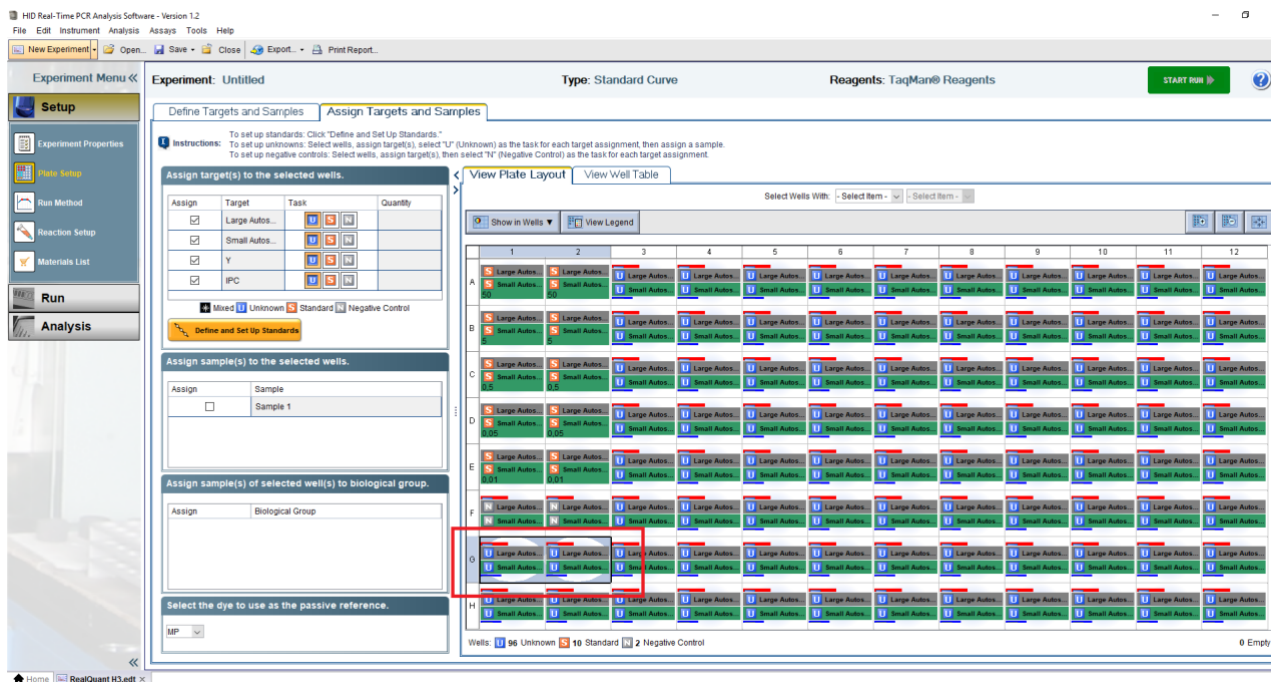

Рисунок 34
6. Отметить расположение исследуемых образцов на плашке (рисунок 34).